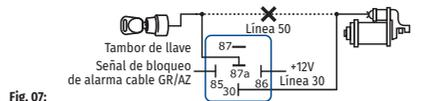

Fig. 07:
10.7.2. Conexión del bloqueo Exact: Este modelo no posee relay de bloqueo interno siendo necesario utilizar un relay externo de 5 pines (no provisto con el kit) con capacidad de 20A. Realice la instalación del cable GR/AZ del cableado de a alarma conforme la fig.07.